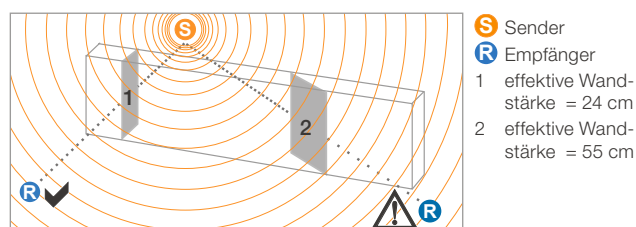

Bild 3: Effektive Wandstärke bei Funkausbreitung
- Verbindungsline zwischen Funk-Sender und Funk-Empfänger so wählen, dass sie möglichst kurz durch Mauerwerk oder andere dämpfende Materialien verläuft (s. Bild 3). Insbesondere Mauernischen vermeiden, da sie die Ausbreitung von Funkwellen behindern.